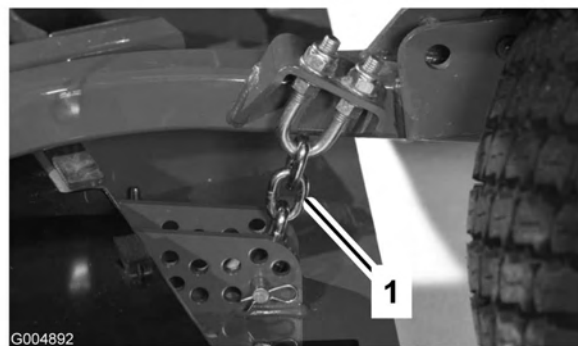

Figura 74
3. Retire o contrapino tipo grampo e pino de segurança que fixam as correntes da altura de corte à traseira da unidade de corte (Figura 74).